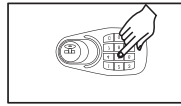

Fig. 2
- 1 Marcar os números da combinação (Fig. 2). Ao sair da fábrica, os cofres têm a combinação 1 2 3 4 5 6.
- 3 Digitar a tecla "# Reset" (Fig. 2). Acenderá a luz vermelha, e ouvirá o entoar de programação.
- 2 Digitar a tecla "#/ Reset" (Fig. 2); acenderá a luz vermelha, e soará o tom de programação.
- 5 Digite a tecla "#/ Reset" (Fig. 2); acenderá a luz vermelha, e soará 2 sons breves.